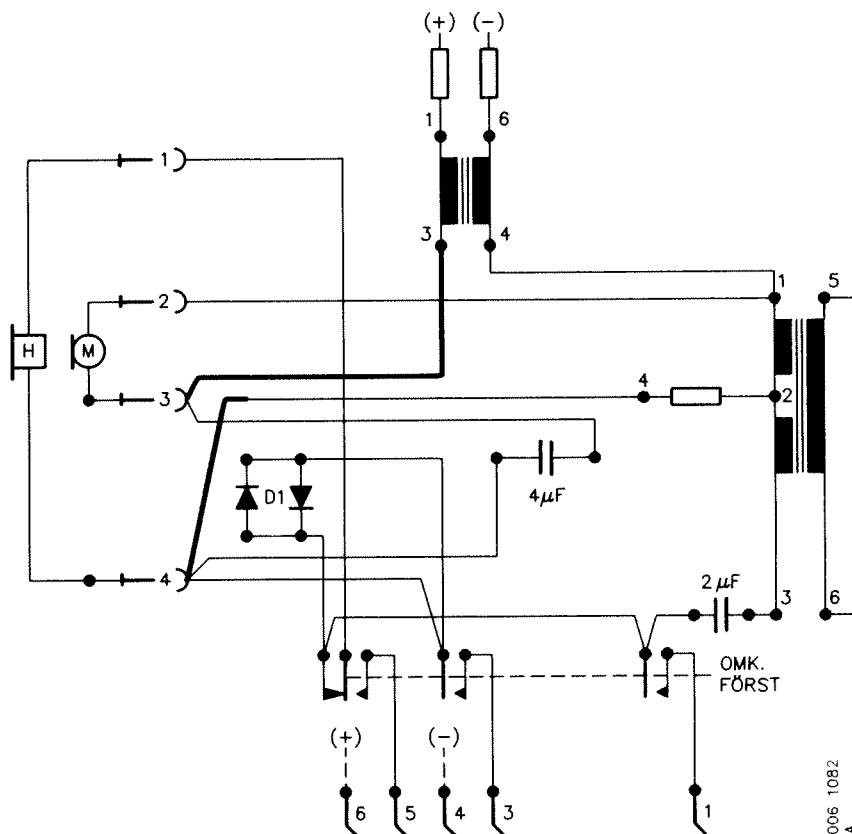

Bild 44. Koppling av talanordning rr-ls 2 efter modifiering
- Flytta, enligt bild 44, förbindningen som lossats från jackens stift 3. Dra en ny förbindning mellan jackens stift 3 och drosselns stift 3.